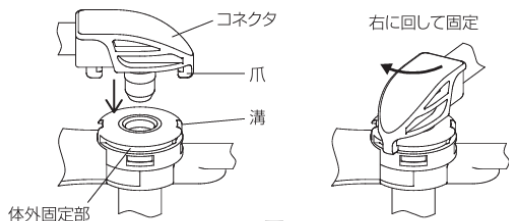

図15
3. 接続チューブのコネクタの爪を、ボタンの体外固定部の溝に合わせて挿入した後、右にカチッと手応えを感じるまで回転して接続する。(図 15)